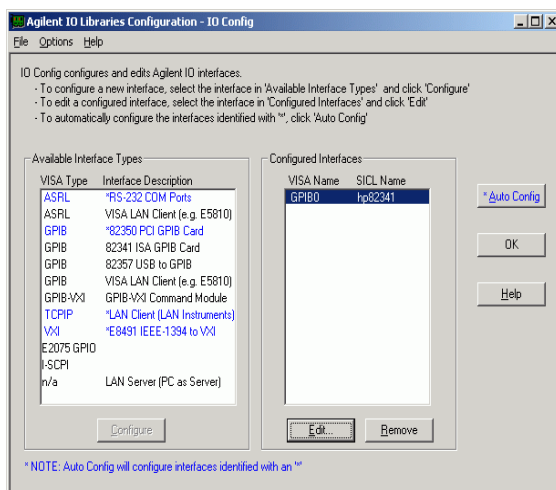

Figure 18 L'écran de configuration des interfaces comprend maintenant la carte GPIB configurée.
- 8 Sélectionnez OK. La carte GPIB configurée devrait maintenant apparaître sur la liste des interfaces configurées “Configured Interfaces” de l'écran de configuration des interfaces (Figure 18, page 58).